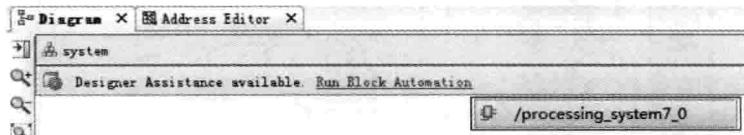

图 4.9 选择 Run Block Automation 入口
(6) 如图 4.9 所示,在 Diagram 窗口顶部,出现消息 Designer Assistance available。单击 Run Block Automation 选项。并且,选择/processing\_system\_7\_0。